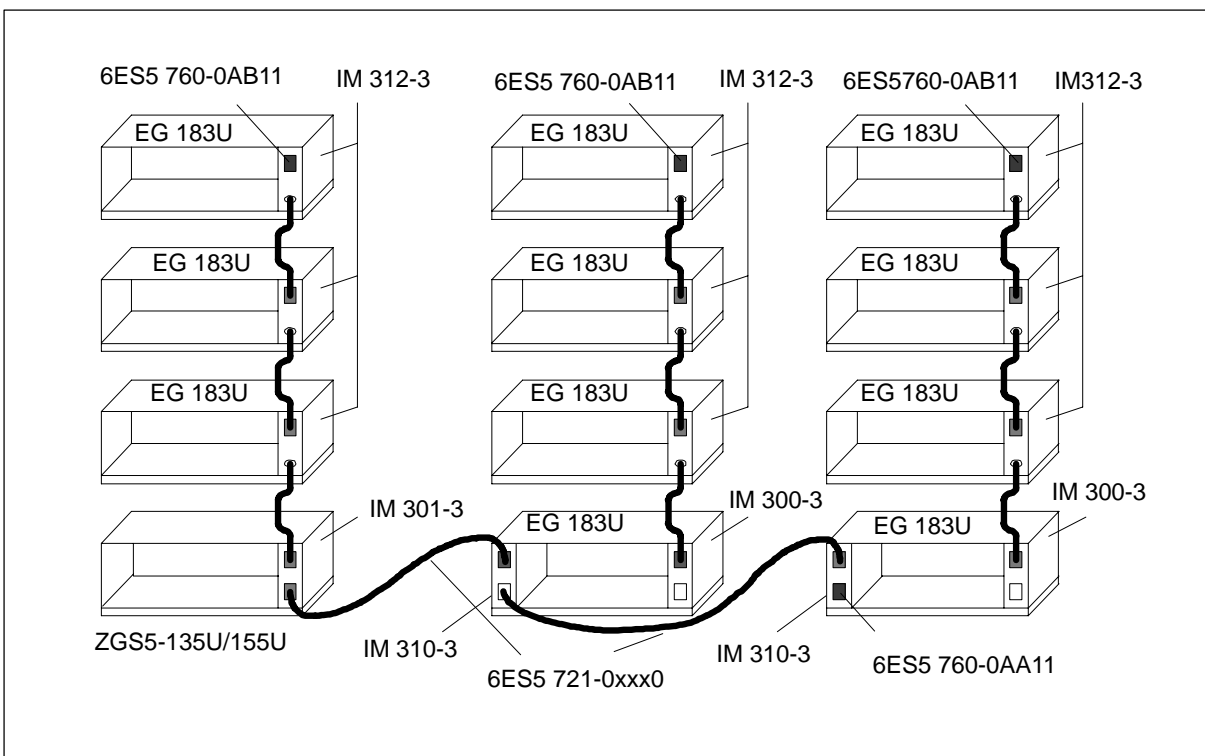

Figure 2-5 Configuration d'extension décentralisée d'un automate S5-135U/155U avec des châssis d'extension en configuration centralisée
Pour le couplage ZG - EG et EG - EG , il existe différents coupleurs (IM). Il est ainsi possible d'installer les EG à proximité immédiate du ZG (configuration d'extension centralisée) ou de les déporter à plus ou moins grande distance (configuration d'extension décentralisée). Un mixage de ces deux types de montage est également possible puisque l'on peut raccorder en configuration centralisée des EG à un EG décentralisé (cf. figure 2-5).